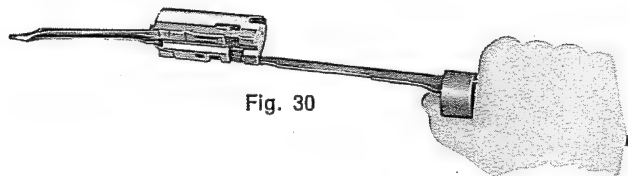
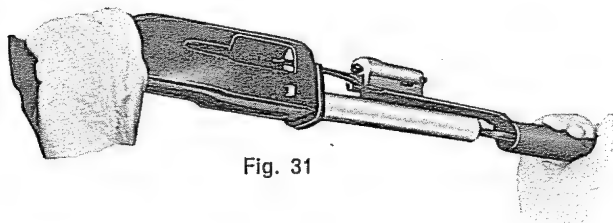

Fig. 30
Fig. 31
- c) Tenendo impugnato il manicotto, curando che il pezzo appoggi sull'asta (fig. 30).
introdurre il gruppo otturatore nella culatta (fig. 31) avendo cura che la biella
- c — hold action bar sleeve as shown in fig. 30 so that bolt assembly rests on the action bar: insert bolt assembly into the receiver (fig. 31).
- c — *en tenant le manchon du bras de commande comme indiqué dans la fig. 30 introduire le groupe culasse mobile dans la boîte de culasse.*
S'assurer que la tige de la bielle (en position coaxiale avec le groupe de la culasse mobile) vienne buter dans le logement prévu à cet effet dans le bouchon de la tige du ressort récupérateur et que le manchon du bras de commande glisse librement le long du tube magasin (fig. 31 et 32)